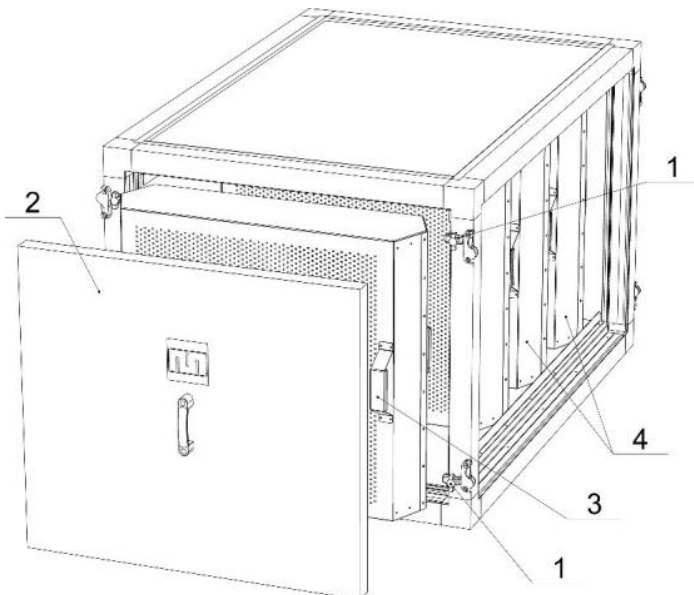
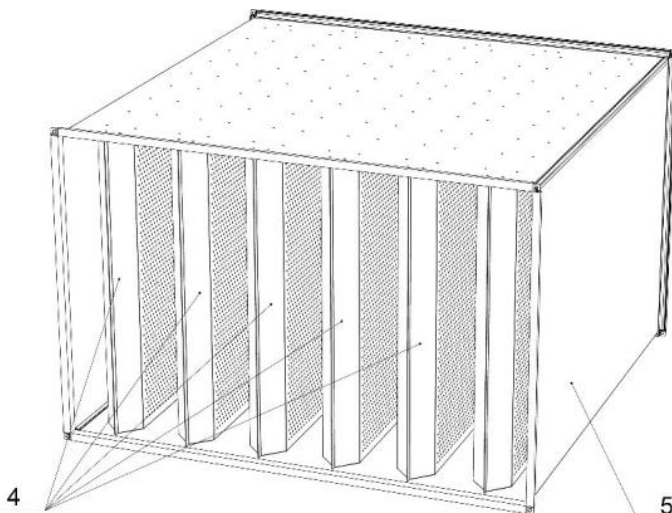

Abbildung 8.2.1 - Schalldämpferteil
Abbildung 8.2.2 - Kanal-Schalldämpfer
4. Schalldämpfer sind als abnehmbare Kulissen im Gehäuse (Abbildung 8.2.1) oder als Kanalschalldämpfer (Abbildung 8.2.2) erhältlich.